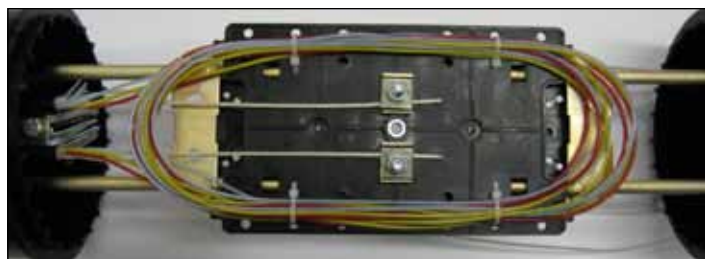

Рисунок 4.41 – Укладка "транзитных" петель ОМ и крепление ЦСЭ
4.4.1.12 Уложить “транзитные” ОМ на кассету для ОМ в виде петель, закрепить их нейлоновыми стяжками. Закрепить ЦСЭ в узле крепления ЦСЭ на кассете для ОМ (рисунок 4.41).